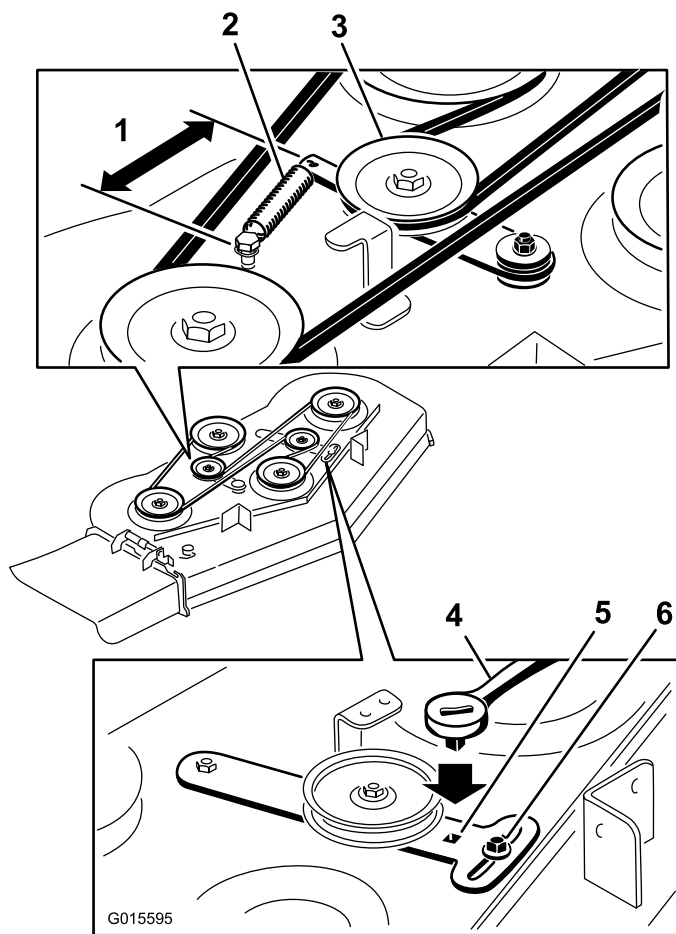
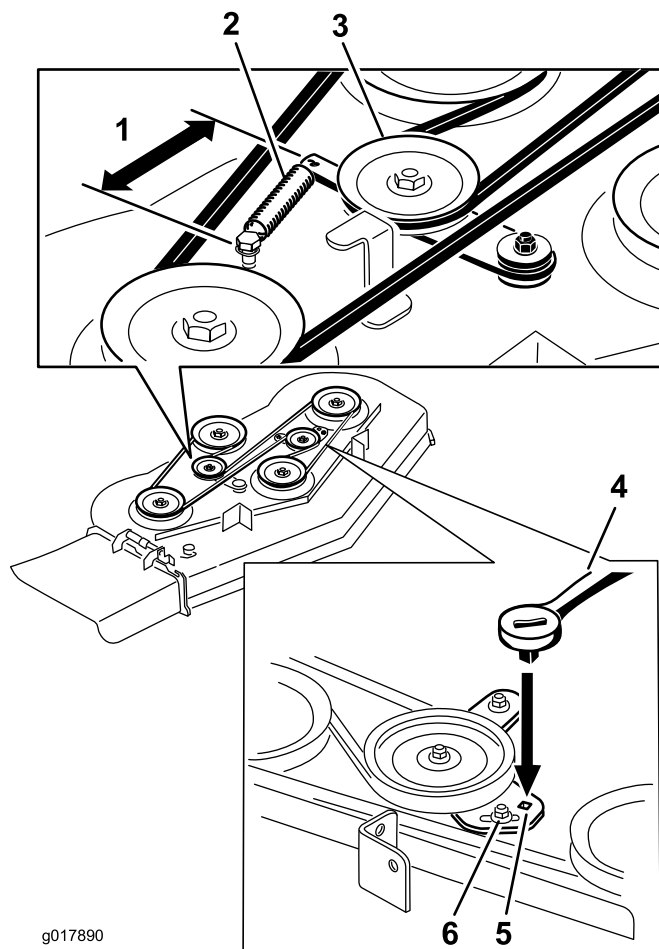

Figura 73
Figura 74
4. Afloje la tuerca para aflojar la polea tensora delantera (Figura 73 y Figura 74).
5. Retire la correa desgastada del cortacésped (Figura 73 y Figura 74).
6. Instale la correa nueva alrededor de las poleas de la carcasa y la polea del embrague (Figura 73 y Figura 74).
7. Utilizando la llave de carraca en el brazo tensor, apriete la polea tensora hasta que el muelle mida 16.5 cm (6.5 pulgadas) de un gancho a otro (Figura 73 y Figura 74).
8. Apriete la tuerca para apretar la polea tensora delantera (Figura 73 y Figura 74).